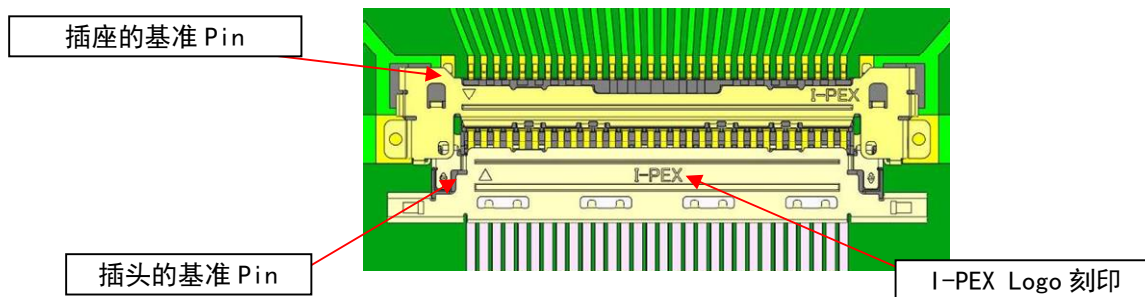

图 1
1. 如图 1，插座的基准 Pin 刻印与插头的基准 Pin 刻印互相对准，进行插入。